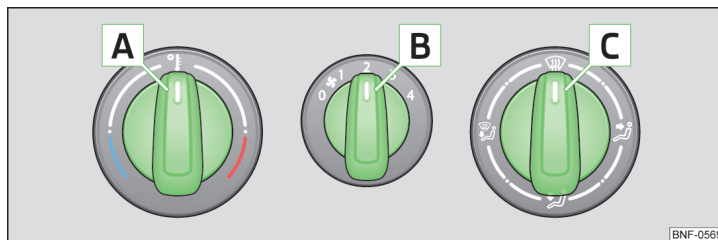
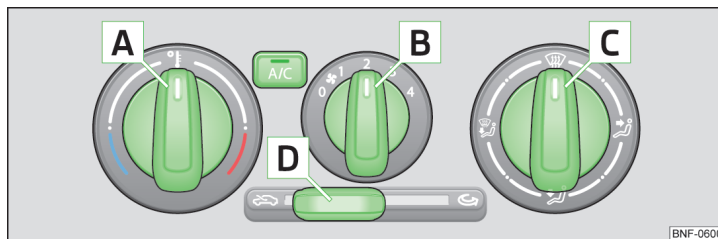

Fig. 74 Betjeningslementer til varmeanlæg
Fig. 75 Betjeningslementer til aircondition
De enkelte betjeningslementers funktioner » Fig. 74 og » Fig. 75
- Forskyd skydeknapen til positionen » Fig. 75 på side 70 for at **aktivere** recirkulationsfunktionen.